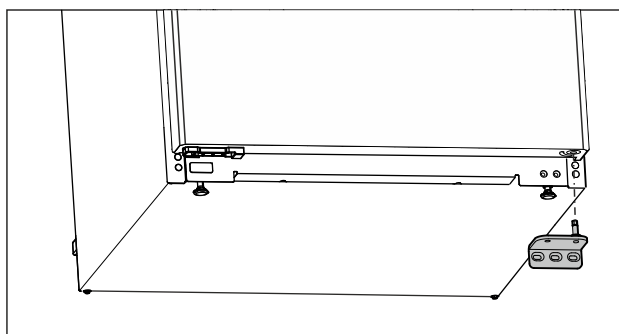

Fig. 11
- Zdjąć płytkę zawiasu w dół. (patrz Fig. 11)